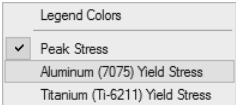

图 8-18
- 2) 在默认情况下，显示该载荷工况下的峰值应力，如图 8-18 所示。单击分析探索器中图例旁边的  按钮，然后选择铝。